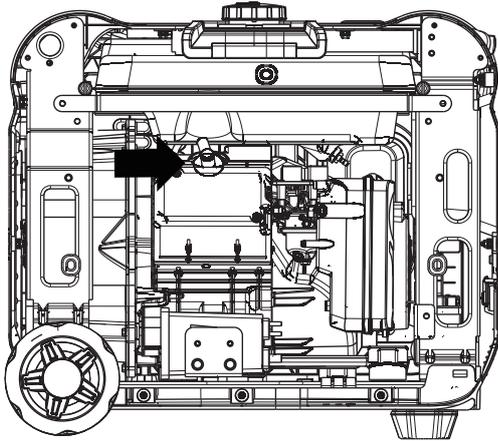

Figura 15: Deslice la cubierta de bujía afuera
3. Deslice la cubierta de acceso a bujía fuera de la carcasa (vea la Figura 15).